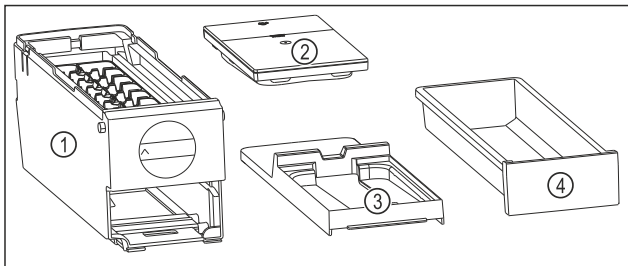

Fig. 107 Súčasti EasyTwist-Ice
- EasyTwist-Ice je rozložený na štyri časti. (pozri Fig. 107)
- Rozložte EasyTwist-Ice len na tie súčasti, ktoré sú na obrázku. (pozri Fig. 107)
- Korpus EasyTwist-Ice Fig. 107 (1) vyčistite ako celok.